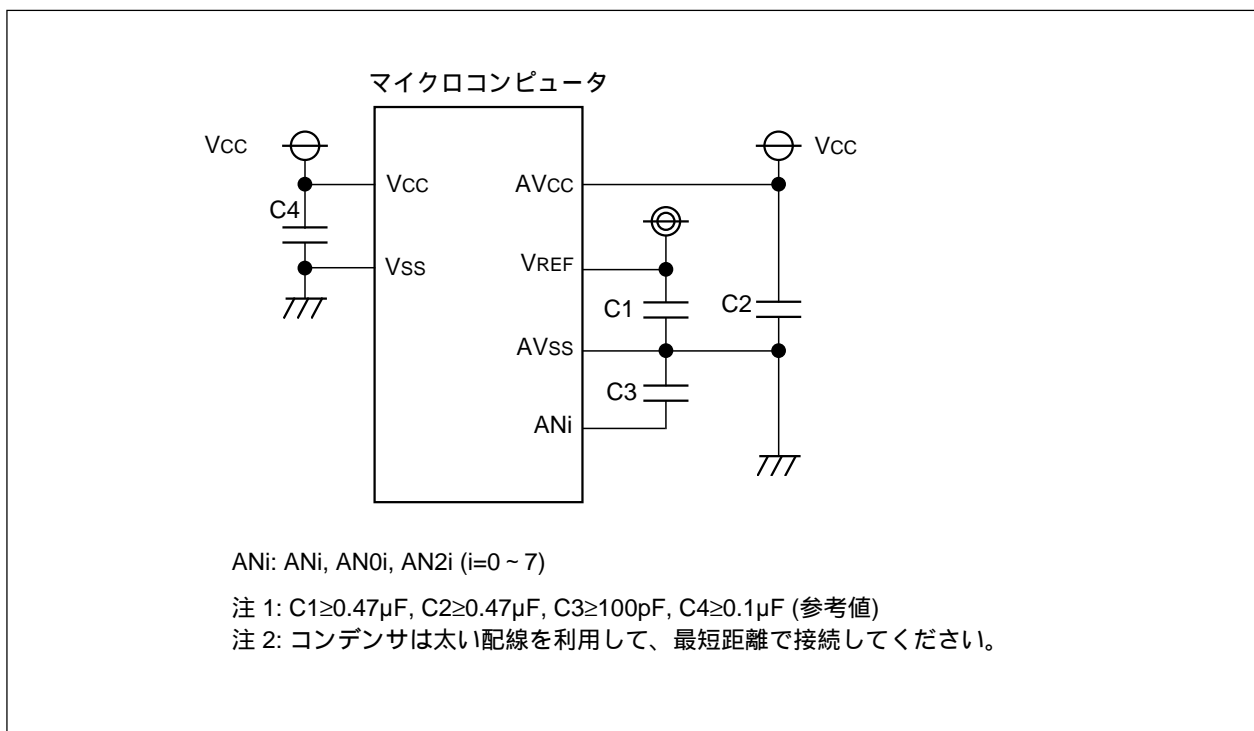

図20.5 各端子の処理例
3. ノイズによる誤動作やラッチアップの防止、また変換誤差を低減するため、AVCC 端子、VREF 端子、アナログ入力端子(AN_i、AN0_i、AN2_i($i=0\sim 7$))とAVSS 端子の間には、それぞれコンデンサを挿入してください。同様にVCC 端子とVSS 端子の間にもコンデンサを挿入してください。図20.5 に各端子の処理例を示します。